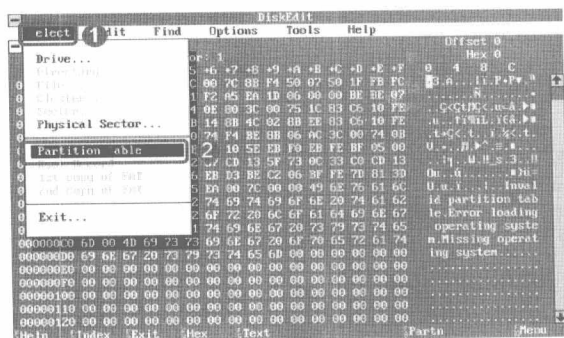

图 8-26 选择 Select | Partition Table 选项
步骤⑦ 按回车键后，按【Alt】键，并选择 Select | Partition Table 选项，如图 8-26 所示。